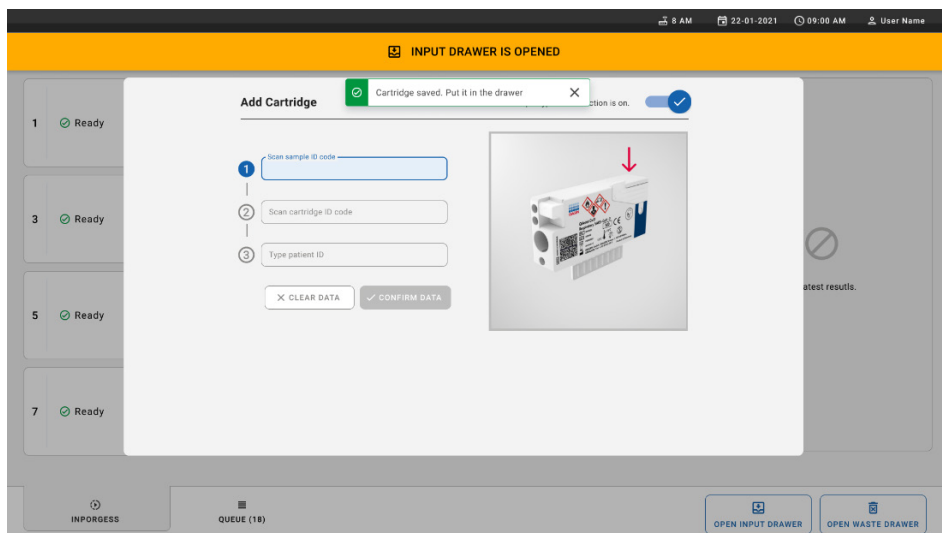

Figura 28. Schermata Add cartridge (Agiunta cartuccia).
- Collocare gli cartuccia nel cassetto di inserimento. Assicurarsi che la cartuccia sia inserita correttamente nel vassoio (Figura 28).